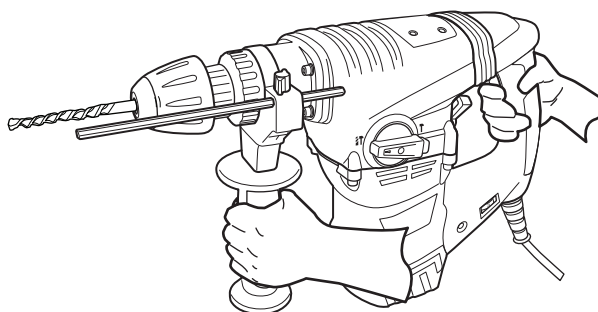

Fig. 7
- > Țineți produsul întotdeauna de mâner. Țineți mânerul uscat pentru a asigura susținerea adecvată (Fig. 7).